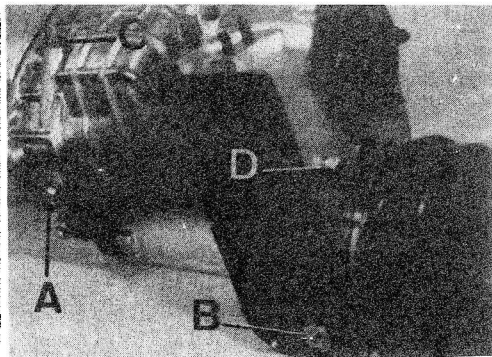

Fig. C1-11 Vaciado del aceite
- 2.2. Quitar el tapón de vaciado, A (Fig. C1-11) de la caja de velocidades y, B, de la caja reductora.
- 3.1. Desmontar los tapones de llenado, C y D (Fig. C1-11).